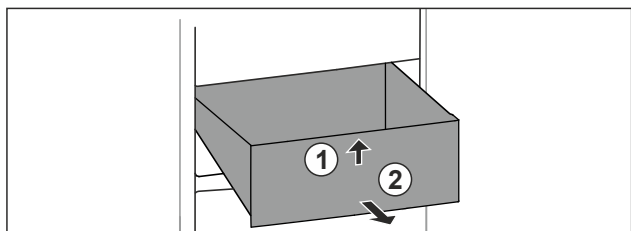

Fig. 30
- ▶ Soulever la partie avant du tiroir. *Fig. 30 (1)*.
- ▶ Retirer le tiroir par l'avant. *Fig. 30 (2)*